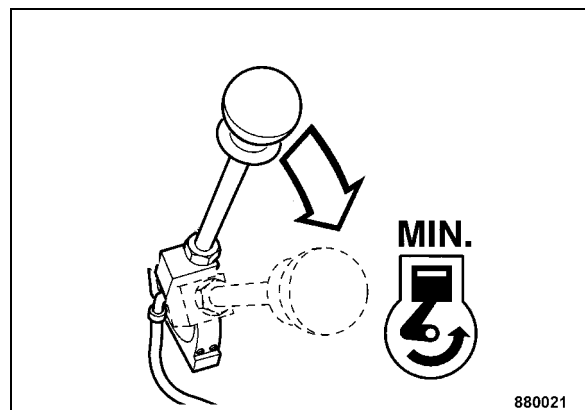

Fig. 68
- Mettere la leva di regolazione del regime di giri (Fig. 68) nella posizione del regime minimo "Motore min."